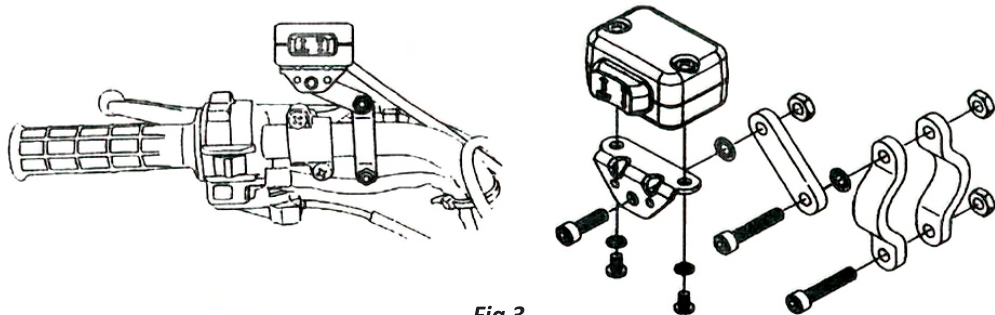

Fig 3
- Placez l'interrupteur à bascule du guidon dans un endroit pratique (le guidon gauche est recommandé, comme le montre la figure 3) et connectez les deux